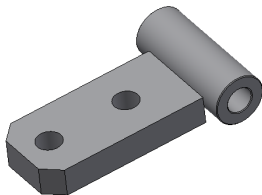

FIG. 1
1. Se ha de colocar al mismo la "Lengüeta" de enganche Fig. 1, suministrada con la maquina. Esta pieza debe acoplarse sobre la parte trasera del tractor de forma que quede situada aproximadamente a la altura del centro del eje trasero si bien conviene que al construir la pieza intermedia que debe fijarla al tractor, se prevean una o dos posiciones por encima y por debajo de dicha altura, para poder corregir si es preciso su posición en función del comportamiento en el tiro del tractor. Si se produce patinaje, hay que subir el enganche y si se observa intentos de empinamiento, bajarlo. Con esto se consigue el mejor aprovechamiento en la tracción así como la máxima seguridad.